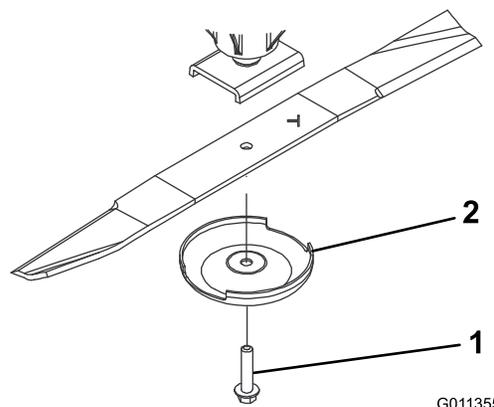

Figura 70
- Afferrate l'estremità della lama utilizzando un panno o un guanto imbottito e rimuovete il bullone della lama, la coppa antistrappo e la lama dall'asse del fusello (Figura 70).
- Montate la lama con la costa rivolta verso il piatto di taglio, servendovi della coppa antistrappo e del bullone della lama (Figura 70).